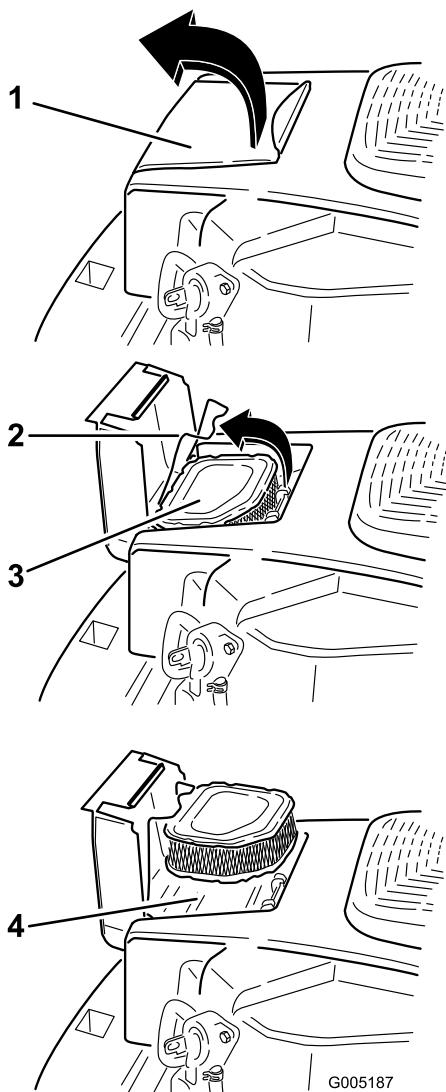

Figure 26
2. Ouvrez le verrou et retirez l'élément du filtre à air (Figure 26).
1. Ouvrez le couvercle du filtre à air situé sur le carter de ventilateur pour accéder à l'élément du filtre à air (Figure 26).